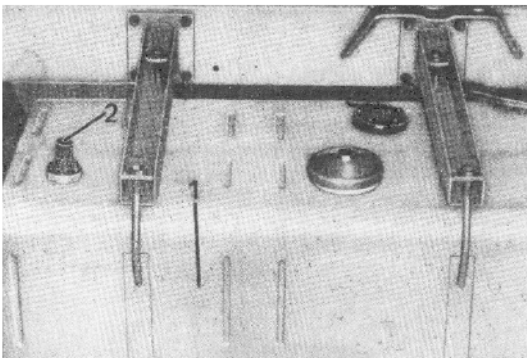

Bild 80.
4. Der Ölwechsel des Hydraulikkreislaufes ist nach 500 Betriebsstunden, jedoch mindestens jährlich durchzuführen. Weitere Ölwechsel nach den gleichen Zeiträumen. Es dürfen nur Hydrauliköl der gleichen Sorte gemischt oder bei Leckverlusten nachgefüllt werden. Das Öl ist nach dem Lösen der Ablassschraube aus dem Ölbehälter (Bild 80/1) zu entfernen.
5. Der Ölbehälter (Bild 80/1) muss mindestens mit 11 l Hydrauliköl gefüllt sein.